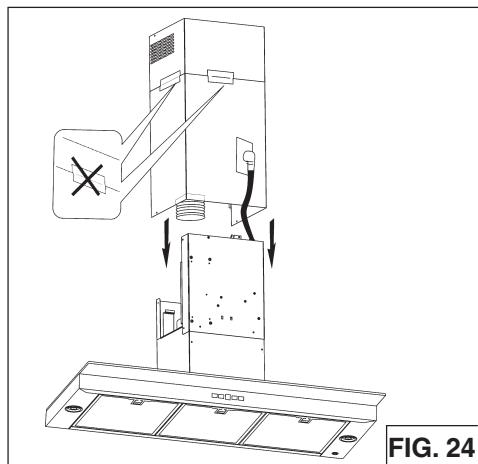

FIG. 24
- Branchez le cordon électrique dans la prise de courant. Enlevez le ruban des conduits décoratifs et abaissez-le en place sur le hotte (Fig. 24).